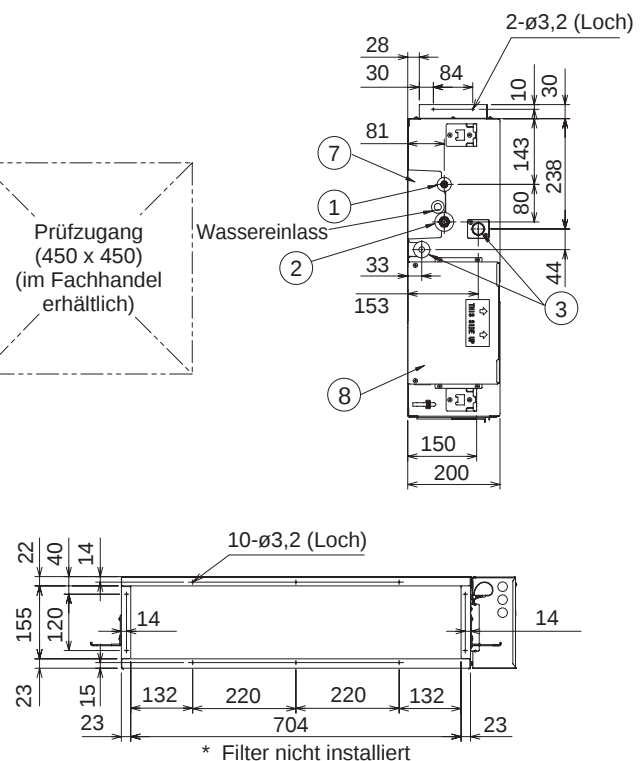

Abb. 3-2
- Die Abbildung zeigt die genauen Abmessungen des Innengeräts. (Abb. 3-2)